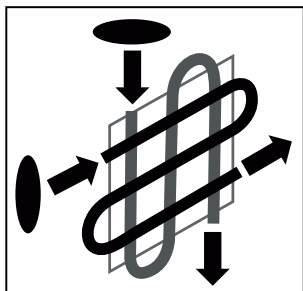

Рис. 4
2. Ведение изделия вдоль окрашиваемой поверхности осуществляйте непрерывной зигзагообразной линией в направлении, соответствующем установленному факелу: горизонтально - при вертикальном факеле; вертикально – при горизонтальном (Рис. 4);
3. Для равномерности покрытия делайте Рис. 4 на хлест между соседними линиями;